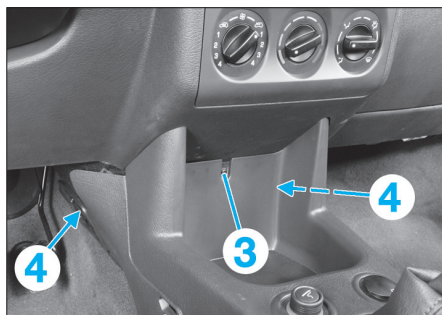

FIG. 20
- Déposer la vis (3) puis de part et d'autre de la console avant, les vis (4) (Fig.20).